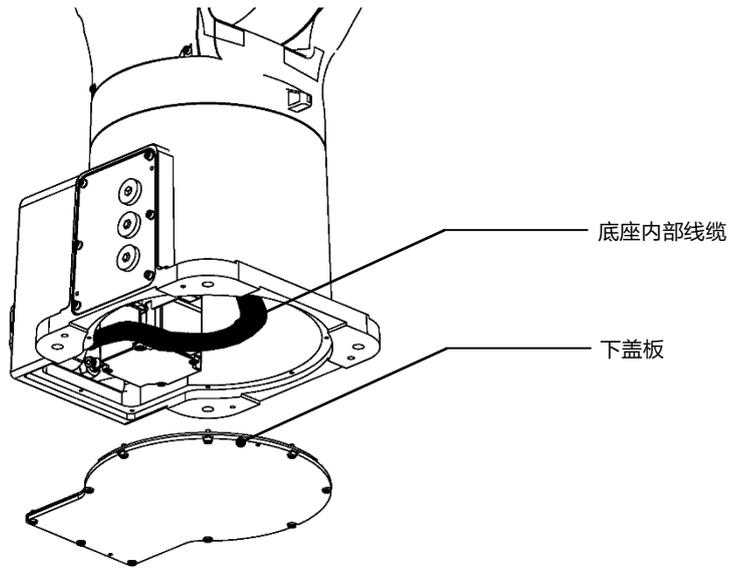

图 9-1 底座内部线缆检修
- 步骤1. 拆卸下盖板，如图 9-1 所示，可观察到底座内部线缆。